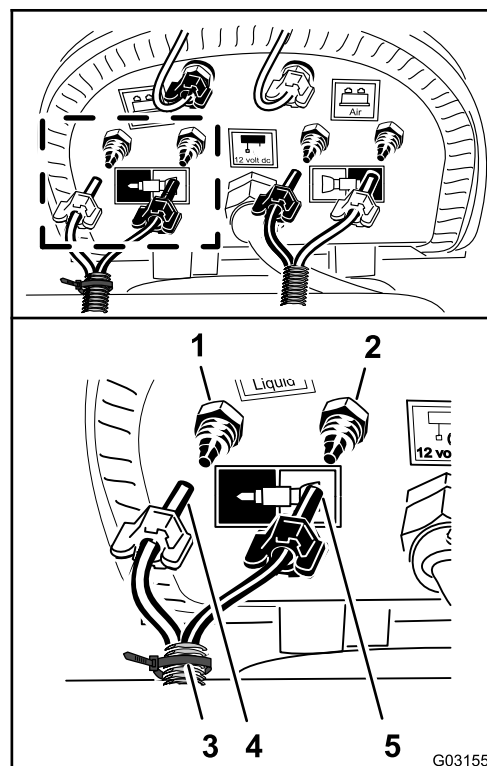

Figura 213
3. Collegate il tubo con la fascetta per cavi che avete installato al passaggio 1 di Rimozione dei tubi del liquido e dell'aria dalla macchina \(pagina 17\) allineando il tubo blu per la sezione della barra di destra sul raccordo di compressione per il circuito dell'acqua della sezione della barra di destra (Figura 213).
4. Montate il dado di compressione del tubo sul raccordo e serrate il dado manualmente (Figura 213).
5. Allineamento del tubo trasparente per la sezione della barra di destra sul raccordo di compressione per il circuito dell'aria della sezione della barra di destra (Figura 213).
6. Montate il dado di compressione del tubo sul raccordo e serrate il dado manualmente (Figura 213).